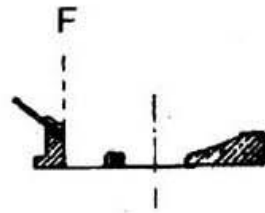

图 16
(3) 机针左极限位置 机针在左右位置以左极限为基准，要求机针在左极限时，针尖与针板左导针槽的右侧面“F”平齐为机针的标准基准位置（图 16）。